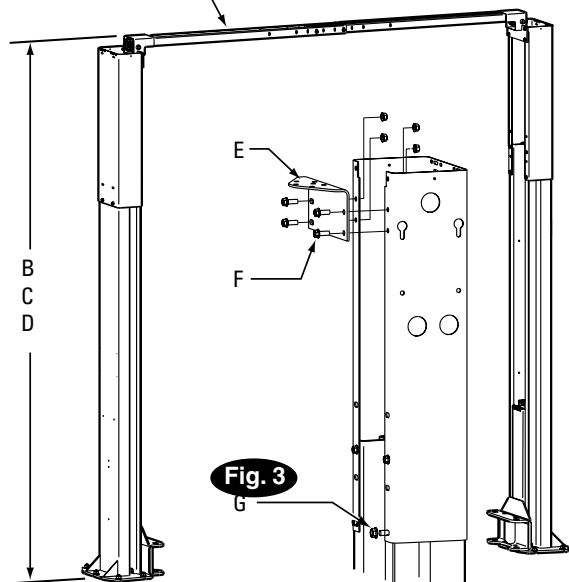

Fig. 3
2. Altezza totale del ponte di sollevamento: See Fig. 3 for overall lift height of each specific lift model. Add 25mm to overall height to lowest obstruction.
Dettaglio fig. 3
4. Prolunghe delle colonne: Prima di portare le colonne in posizione verticale installare le prolunghe delle colonne usando (12) viti cilindriche a testa esagonale sottosquadra da 3/8"-16NC x 3/4" e dei contro-dadi flangiati, fig. 3 e 4.
Staffa di montaggio per traversa superiore: Installare le staffe di montaggio alle prolunghesse delle colonne, fig. 3.